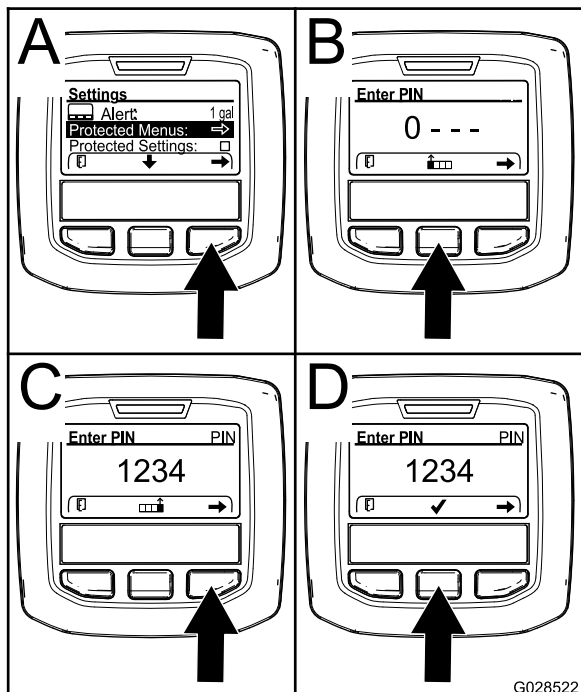

Рисунок 26
- В меню SETTINGS (НАСТРОЙКИ) с помощью средней кнопки прокрутите меню вниз к пункту PROTECTED MENU (ЗАЩИЩЕННОЕ МЕНЮ), и нажмите правую кнопку (Рисунок 26А).
- Чтобы ввести ПИН-код, нажмите среднюю кнопку и удерживайте ее в нажатом положении до появления первой цифры, затем нажмите правую кнопку, чтобы перейти на следующую цифру (Рисунок 26В и Рисунок 26С). Повторяйте этот пункт до тех пор, пока не будет введена последняя цифра, затем нажмите правую кнопку еще раз.